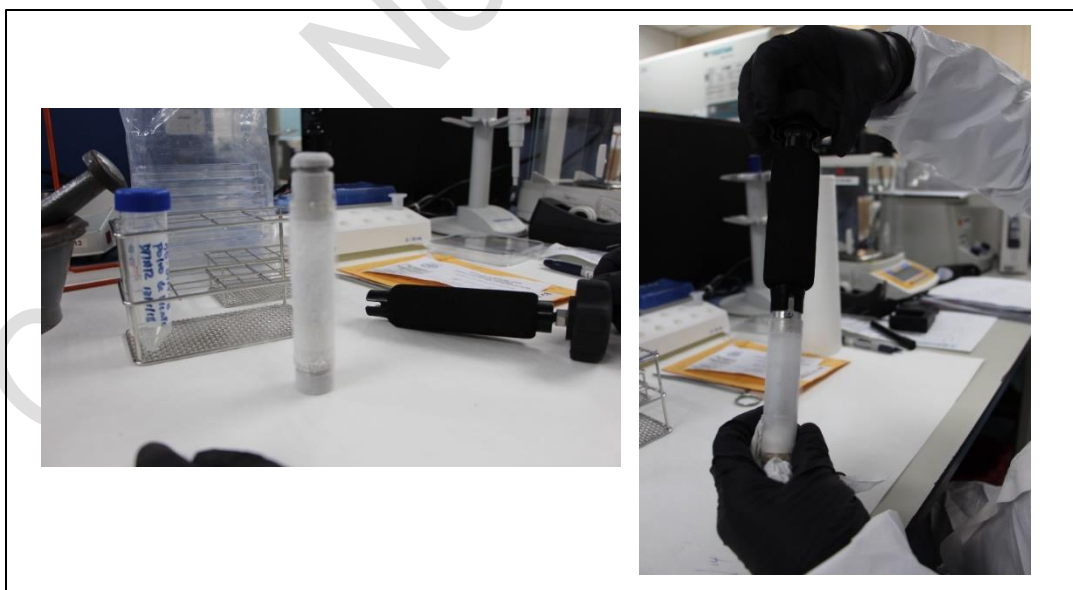

Imagen No. 5
9.4.7. El reservorio conteniendo el polvo es retirado del equipo pulverizador, se deja atemperar (aproximadamente unos 5 minutos) y posterior a esto se abre el reservorio con la ayuda de la herramienta (extractor de muestras), girando dicha herramienta con dirección a las manecillas del reloj (Imagen No.5).